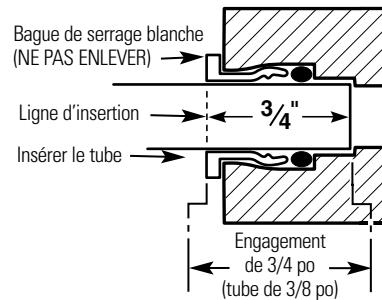

Fig. 7
3. Poussez fermement le tuyau dans chaque raccord du distributeur jusqu'à ce que la ligne soit au niveau du collier de raccord. (Si le tuyau est enlevé, recoupez l'extrémité, mesurez, marquez et ré-insérez). Le tuyau doit être bien inséré pour éviter les fuites (Fig. 7). (**Pour enlever le tuyau : Pressez et tenez le collier blanc; tirez le tuyau pour l'enlever.**)